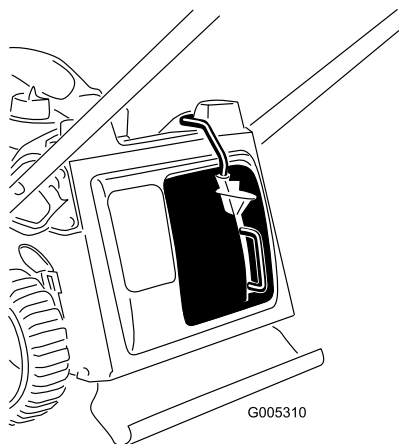

Figura 9
3. Togliete il pollice dal pulsante sulla leva e assicuratevi che la parte superiore della leva sia inserita completamente nella scanalatura (Figura 9). **Se la parte superiore della leva non è inserita nella scanalatura, il tosaerba non si avvia!**